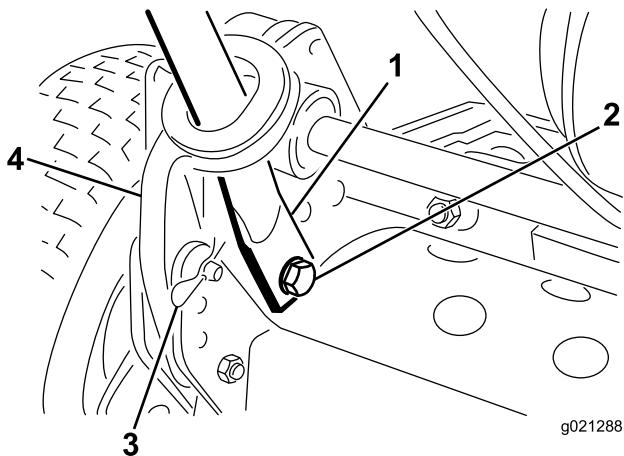

図 3
- ハンドルの端を内側にたわめながら、取り付けピンに通す図 3。
- 先ほど外したボルト、ワッシャ、ロックワッシャを使って、ハンドルの端部を取り付けピンに固定する図 3。
- 先ほど取り外したヘアピンコッターとリングピンを使って、ハンドルアームをフレーム後部に固定する図 3。